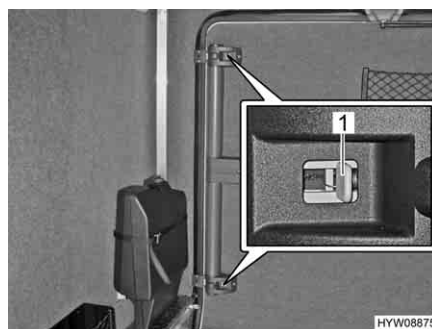

Fig. 44 Porta del garage (sbloccaggio di emergenza dall'interno)
- Spingere i cursori grigi (Fig. 44,1) presenti sulla chiusura superiore e inferiore verso il centro della porta.